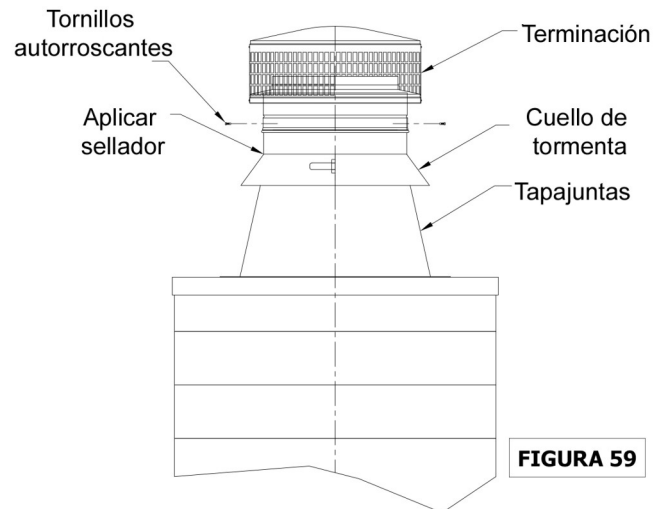

FIGURA 59
9. Coloque el cuello de tormenta alrededor de la chimenea por encima de la malla del tapajuntas. Fíjelo en su lugar con el bloqueo de lengüeta y el botón. Selle alrededor del cuello de tormenta con un sellante impermeable que no se endurezca. Fije la tapa terminal a la chimenea deslizando la unión macho-hembra y asegúrela en su lugar con cuatro (4) tornillos de chapa suministrados (Figura 59).